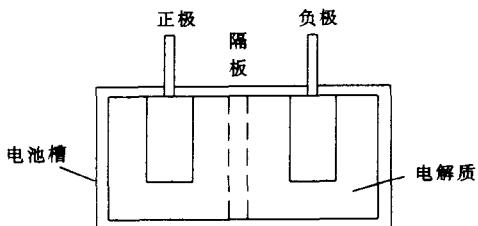

图 1-13 镍镉电池
(1) 镍镉电池的结构。镍镉电池的结构如图 1-13 所示,电池正极由氢氧化镍  $\text{Ni}(\text{OH})_3$ 、石墨、添加剂钡或钴等活性物质组成,负极由镉及其氧化物、氧化铁、石墨、变压器油等活性物质组成,正负电极用橡胶或塑料板栅隔离,电池槽(外壳)用钢质或塑料组成,槽内盛放氢氧化钾(KOH)电解液,若干个单体电池构成一定型号的电池。单体电池的标称电压为 1.2V。一般完